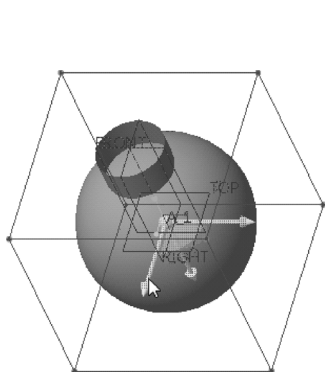

图 7-27 按〈Ctrl〉键并拖动缩放控制滑块进行缩放
5) 按住〈Ctrl〉键并拖动缩放控制滑块对球面执行 3D 缩放，直到该球面的大小大约为圆柱曲面大小的两倍，如图 7-27 所示。